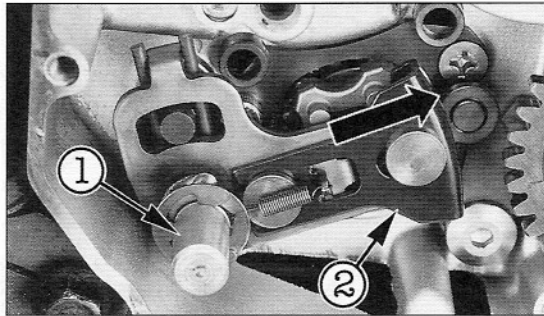

Bild 188
- Federratsche in Pfeilrichtung (Bild 188) schieben und Schaltwelle nach aussen ziehen.
- Schaltwelle leicht gefettet in Gehäuse einschieben, Schaltratsche in Pfeilrichtung (Bild 188) über Schaltwalzen-Absatz lupfen und Schenkelfeder auf Gehäusezapfen aufschieben.